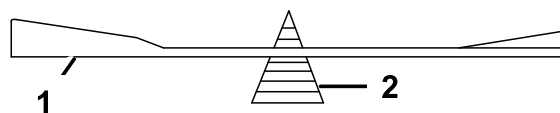

Bild 80
- Prüfen Sie die Auswuchtung des Schnittmessers auf einer Ausgleichsmaschine (Bild 80).